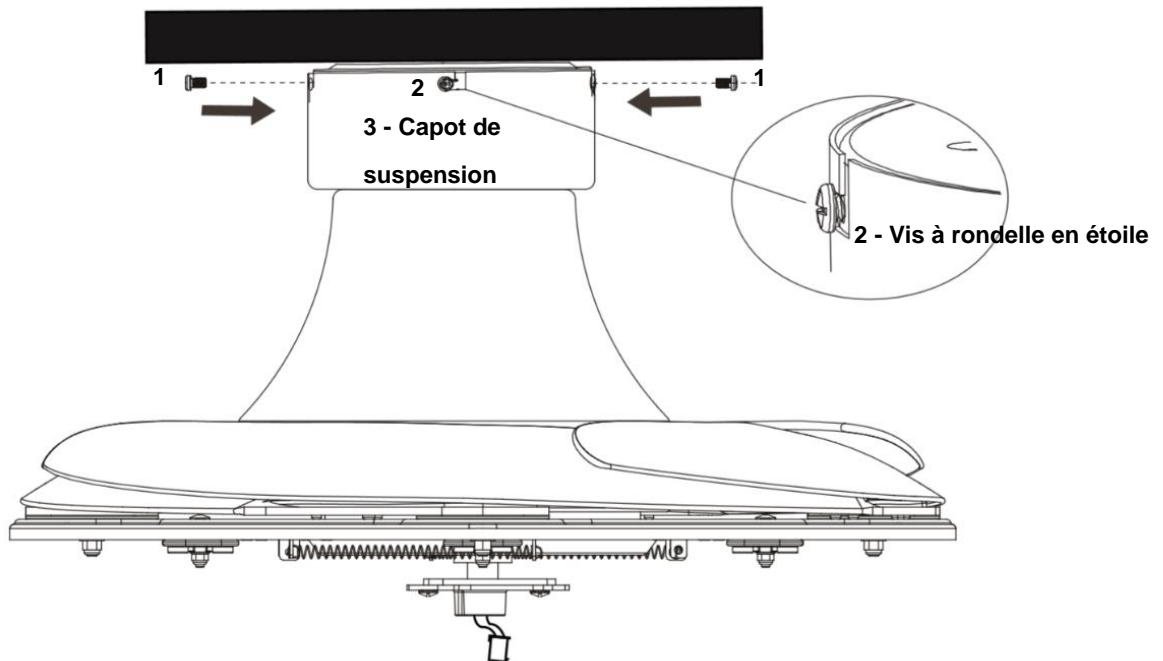

Fig. 5b
- Dévissez les deux vis du capot de suspension (1) et enlevez-les du support de montage.
- Dévissez les 2 vis à rondelle en étoile (2) du support de montage de la moitié du pas de vis. (Pour permettre le montage de l'encoche en L sur le capot de suspension).
- Soulevez le capot de suspension (3) du ventilateur complet jusqu'au support de montage et laissez l'encoche en L du capot de suspension (3) passer par les vis à rondelle en étoile (2). (Fig. 5b)
- Tournez le capot de suspension (3) jusqu'à ce qu'il se verrouille en position à l'extrémité de l'encoche en L, en veillant à intercaler la rondelle en étoile entre le capot de suspension (3) et la tête de la vis. Fixez-le en serrant les deux vis à rondelle en étoile (2).
- Vissez et serrez les vis du capot de suspension (1) sur le support de montage. Le capot de suspension (3) possède 4 vis (1) et (2) au total. Lors de la suspension du capot de suspension, faites attention à ne pas endommager le câblage électrique préparé précédemment.